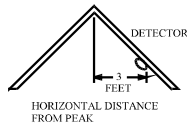

Abbildung 5: Empfohlener Standort zur Anbringung von Rauch- und Wärmemeldern in Räumen mit Dachschrägen oder Giebeln
- ◆ Falls einige Ihrer Räumlichkeiten über Dachschrägen oder Giebel verfügen, versuchen Sie, die Melder 0.9 Meter horizontal gemessen vom höchsten Punkt der Decke anzubringen, wie in Abbildung 5 gezeigt wird